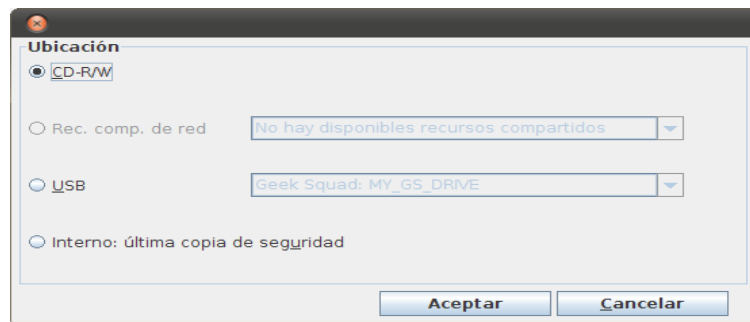

Figura 7-4 Cuadro de diálogo Ubicación para guardar (Restaurar base de datos)
2. En la sección Database Restore (Restaurar base de datos), seleccione el botón browse (examinar) () para seleccionar una ubicación para la base de datos. Aparecerá el cuadro de diálogo Location (Ubicación) (Figura 7-4).